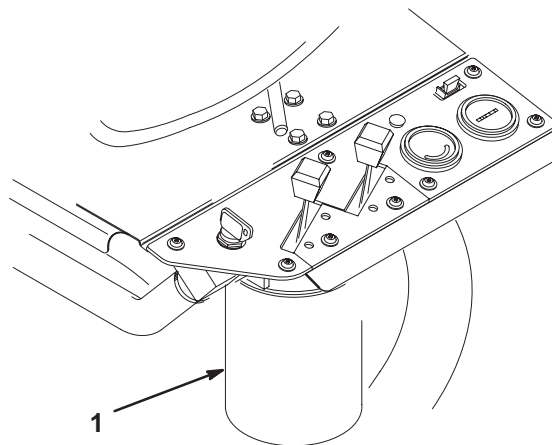

Figure 42
2. Nettoyez la surface autour de la surface de montage du filtre (Fig. 42). Placez un bac de vidange sous le filtre et déposez le filtre.